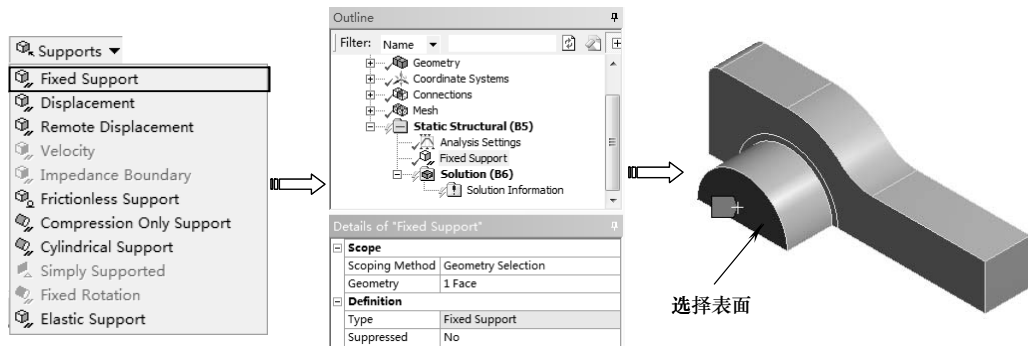

图 8-54 施加固定约束
1) 在【Outline（分析树）】中选择【Static Structural (B5)】节点，单击【Environment】工具栏上的【Supports】|【Fixed Support】命令。单击【图形】工具栏上的选择模式下的【Single Select（单选）】按钮，然后再单击【Face（选择面）】按钮，在【Details of “Fixed Support”】列表中单击【Scope】选项下的【Scoping Method】项，选择如图8-54所示表面。最后，单击【Geometry】项中的【Apply】按钮完成，如图8-54所示。